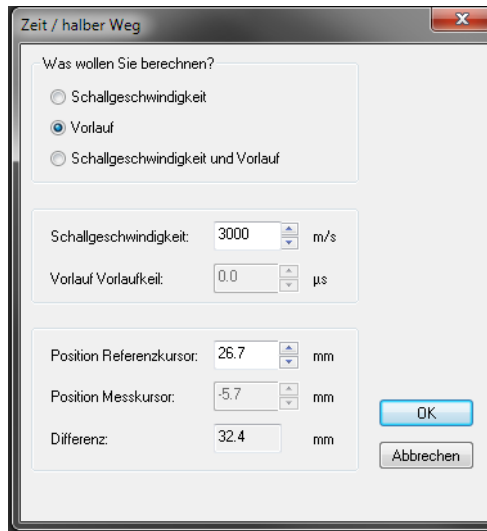

Abbildung 4-25 Justieren mit dem Dialogfeld Zeit / halber Weg
7. Im eingeblendeten Dialogfeld **Zeit / halber Weg** (siehe Abbildung 4-25 auf Seite 265):